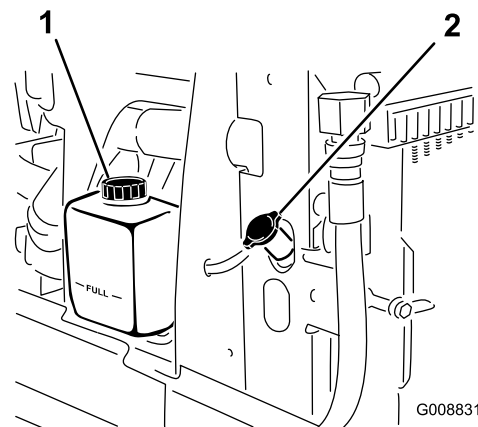

Figure 76
1. Retirez le bouchon du radiateur et le bouchon du vase d'expansion avec précaution (Figure 76).